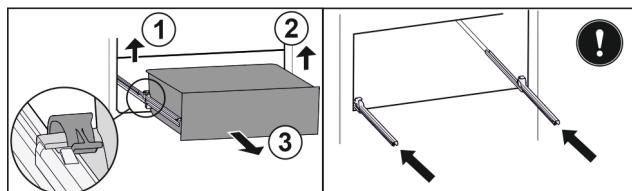

Fig. 129
- Dvignite levo spojko in hkrati povlecite predal levo naprej. Fig. 129 (1)
- Dvignite desno spojko in hkrati povlecite predal desno naprej. Fig. 129 (2)
- Predal vzemite ven v smeri naprej. Fig. 129 (3)